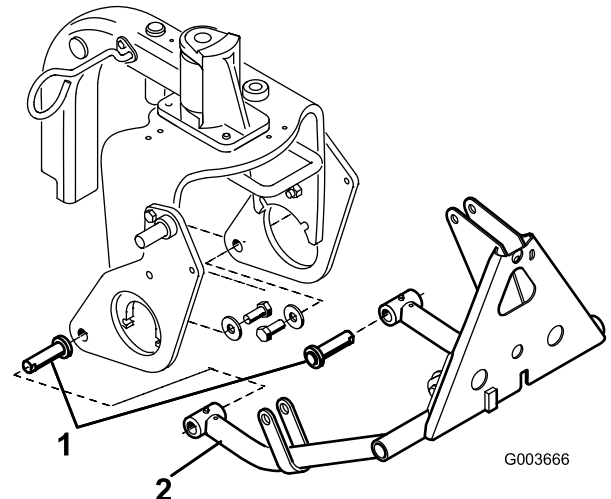

図 13
- 図 13に示すように、シリンダピンを各プッシュアームチューブに挿入する。
- シリンダピンガイドをプラウプレートの穴に合わせ、プッシュアーム チューブを左右のプラウプレートに挿入する(図 13)。
- 図 13に示すように、ボルト (5/8 x 1-1/2") とワッシャー (外径1.68" x 内径0.65") を使って、各シリンダピンを各プラウ プレートに取り付ける。